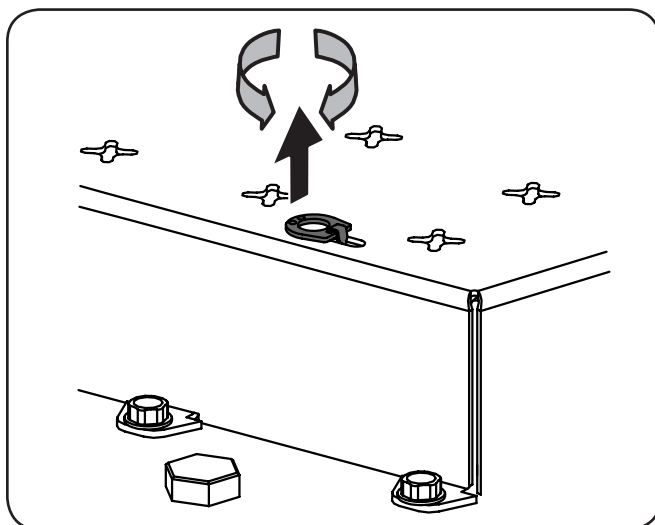

Figure 7-6
3. Tirez sur les quatre attaches et tournez-les d'un quart de tour pour les aligner avec les encoches du plateau de coupe. Enlevez ensuite les deux couvercles du plateau de coupe. Voir Figure 7-6.